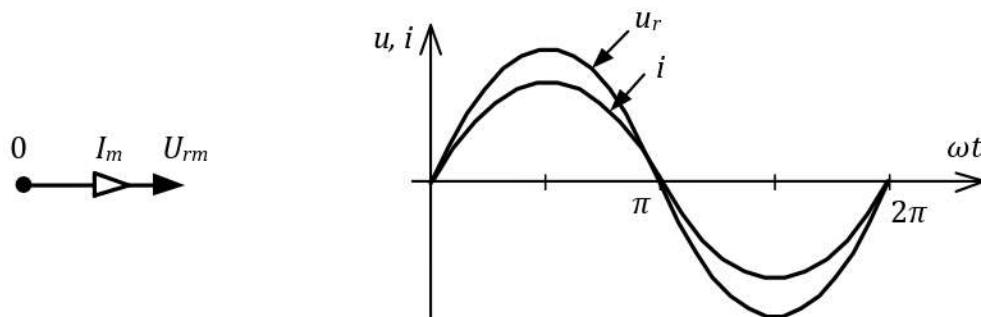

Рисунок 2 – Електричний струм і напруга у колі з резистором
3.6 Побудувати векторну діаграму струму та напруги кола за умовою, що $\psi_u = 0$ - рисунок 2.